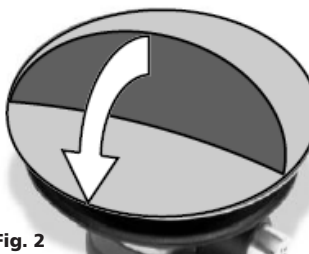

Fig. 2
Før du betjener udstyret, skal du placere nogle oliedråber i åbningen (C) på luftindtaget på det pneumatiske værktøj. Vælg den korrekte slibepude efter behov, og monter den på pladen (fig. 2). Forbind luftforsyningsslangen til indgangen (C), monter forbindelsen vha. en åben skruenøgle hvis nødvendigt. Tryk udløseren (B) ned for at betjene maskinen. Drej knoppen (D) for at indstille vibrationshastigheden. Værktøjet begynder at vibrere.